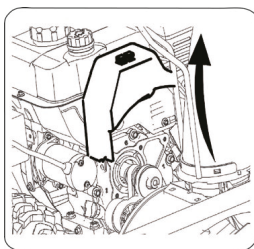

Рис.1
1. Снимите крышку ремня в передней части двигателя, открутив два самореза (Рис. 1).
1. Снимите крышку ремня на передней части двигателя, открутив два самореза (Рис. 1).